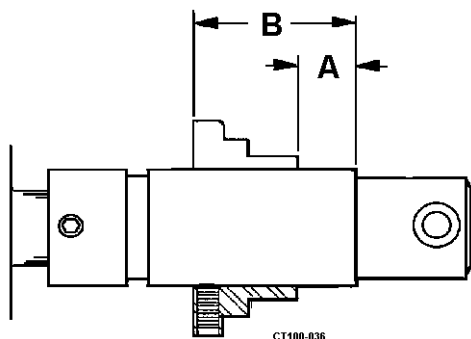

Figura 25 -Collare di comando per regolazione tipo tenuta "D"
1. Far scorrere il collare di comando della tenuta sull'alberino come illustrato in Figura 25. (Non applicabile per C-100; C-100 non richiede un collare di comando. Procedere al punto 3.)
2. Usare le dimensioni "A" e "B" in Tabella 7 per posizionare correttamente il collare di comando sull'alberino. Vedere Figura 25. Serrare le viti di arresto per bloccarlo in sede.